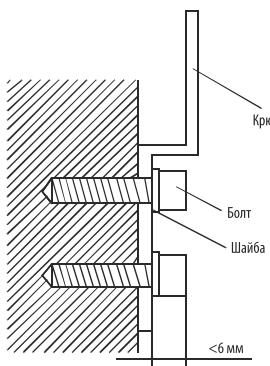

Рис. 42-7
- С помощью болтов закрепите крюк на стене (см. рис. 42-7)